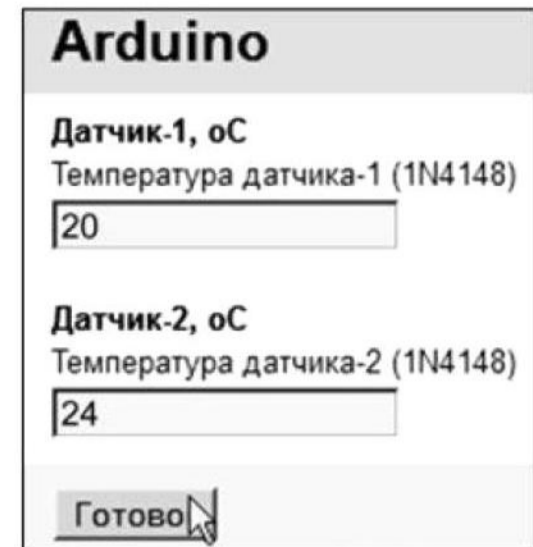

Рис.10
6) Зайти по адресу формы и потренироваться в отправке цифр температуры от двух датчиков (рис.10). Вместо цифр можно в учебных целях сделать надписи кириллицей или латиницей. Это пригодится, например, при обработке сигналов от цифровых датчиков, чтобы вместо обезличенных «1» и «0» были записи «Дверь открыта», «Open» и т.д.